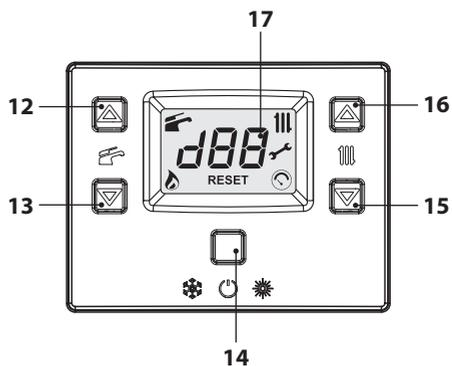

Figura 7.2
• Entrare in "modalità programmazione" premendo contemporaneamente per 10 secondi i tasti 14-15-16 (Figura 7.2) fino a far apparire sul display LCD le lettere **Pr** che si alternano al numero del parametro **01**, indicanti l'entrata nel "parametro 01" (Figura 7.3).
- Scorrere i vari parametri utilizzando i tasti 15 o 16 (Figura 7.2) fino a far apparire sul display LCD le lettere **Pr** che si alternano al numero del parametro **09**, indicanti l'entrata nel "parametro 09" (Figura 7.4).
- Utilizzando i tasti 12 o 13 (Figura 7.2) è possibile scorrere i vari valori di regolazione.
- Utilizzare i tasti 15 o 16 (Figura 7.2) fino a portarsi allo stato **LP** (spazzacamino attivo in minimo sanitario) e premere il tasto 14 per confermare. Sul display appare **LP** alternato alla temperatura massima in sanitario.
- Entrare in "modalità programmazione" premendo contemporaneamente per 10 secondi i tasti 14-15-16 (Figura 7.2) fino a far apparire sul display LCD le lettere **Pr** che si alternano al numero del parametro **01**, indicanti l'entrata nel "parametro 01" (Figura 7.3).
- Agire sui tasti 16 o 15 (Figura 7.2) per incrementare o decrementare il valore. Attendere 3 secondi per stabilizzare la pressione del gas quindi leggere il valore sul manometro gas. **Ricordarsi di mantenere l'andamento in salita.**
- Premere il tasto 13 (Figura 7.2) per 5 secondi per memorizzare il valore.
- Premere il tasto 12 (Figura 7.2) per passare alla taratura del minimo gas. Il display visualizza **SL** alternato al parametro potenza minima assoluta e la scritta "**SET**" (Figura 7.10).
- Agire sui tasti 16 o 15 (Figura 7.2) per incrementare o decrementare il valore. Attendere 3 secondi per stabilizzare la pressione del gas quindi leggere il valore sul manometro gas. **Ricordarsi di mantenere l'andamento in discesa.**
- Premere il tasto 12 (Figura 7.2) per verificare il valore massimo impostato ed eventualmente correggerlo seguendo la procedura sopra descritta.
- Premere il tasto 12 (Figura 7.2) per verificare il valore minimo impostato ed eventualmente correggerlo seguendo la procedura sopra descritta.